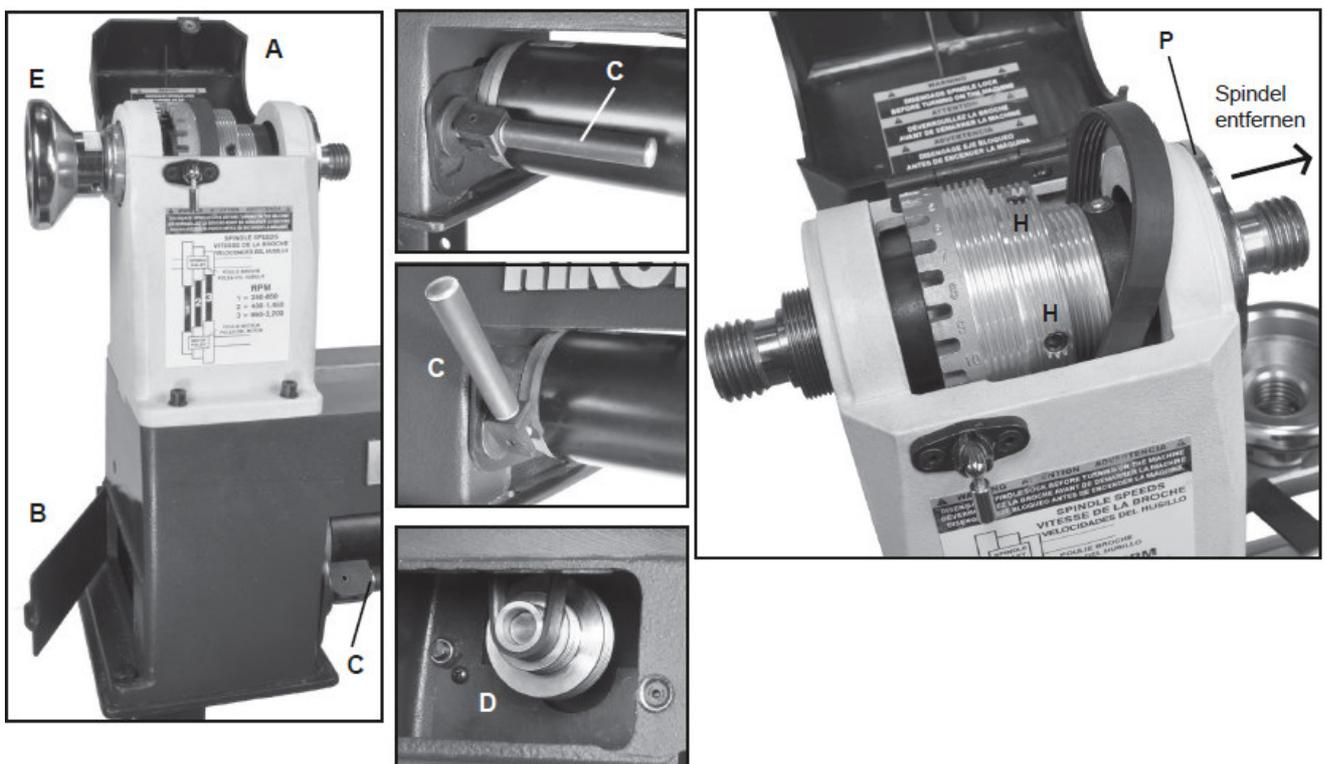

Abb. 8-6: Austausch des Antriebsriemens
2. Öffnen Sie die obere Abdeckung des Spindelstocks (Pos. A, Abb. 8-6) sowie die linke Abdeckung des Motors (Pos. B, Abb. 8-6) und der Motorscheibe, um Zugang zum Riemen, Riemenscheibe und dem Antriebsriemen im Inneren des Spindelstocks zu erhalten.
- ➔ Ziehen Sie den Hebel nach vorne, um ihn zu entriegeln (Pos. C, Abb. 8-6).
4. Den Riemen von der unteren Motorriemenscheibe (Pos. D, Abb. 8-6) abnehmen. Falls der Riemen nicht aufbewahrt werden soll, kann er abgeschnitten werden.
5. Um das Handrad (Pos. E, Abb. 8-6) zu demontieren, lösen Sie zunächst die beiden Stellschrauben. Verwenden Sie anschließend einen 38-mm-Schraubenschlüssel, um am flachen Teil der Spindel anzusetzen und die Frontplatte von der Spindel zu lösen. Drehen Sie das Handrad dann gegen den Uhrzeigersinn, um es vollständig von der Spindel zu entfernen.
7. Entfernen Sie den Deckel auf der gegenüberliegenden Innenseite des Spindelstocks, indem Sie die Sechskantschraube mit einem 3 mm Inbusschlüssel lösen (Pos. P, Abb. 8-6).
8. Entfernen und lösen Sie die Stellschrauben (Pos. H, Abb. 8-6), mit denen die Spindelrolle an der Spindel befestigt ist. Die Rolle sollte nun lose auf der Spindel sitzen.